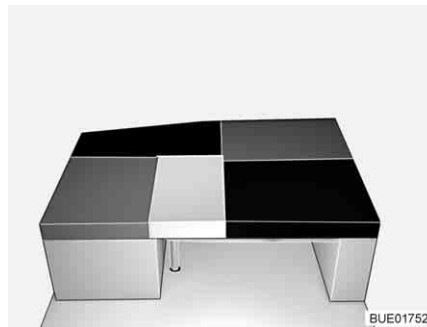

Fig. 139 Après la transformation
- Poser le coussin de dossier du siège latéral/de la banquette latérale sur la table (entre le coussin d'assise du siège latéral/de la banquette latérale et le coussin supplémentaire, voir Fig. 139).